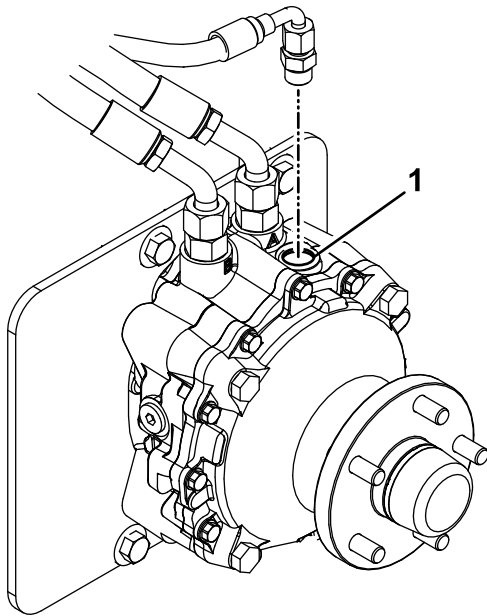

Рисунок 64
9. Вийміть заглушку заливного отвору у верхній частині кожного привода колеса (Рисунок 64).